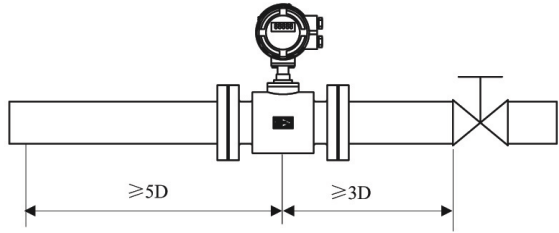
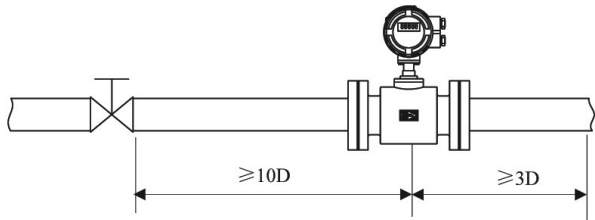

图 3
图 4
(1) 位置
(2) 避免磁场干扰
(3) 直管段长度
- 为确保流量计的测量精度，应保证传感器上游直管段长度至少应为 5 倍管径(5D)，下游直管段长度至少应为 3 倍管径(3D)。(见图 3、图 4)
(4) 维修空间
(5) 对工艺上不允许流量中断的管道，